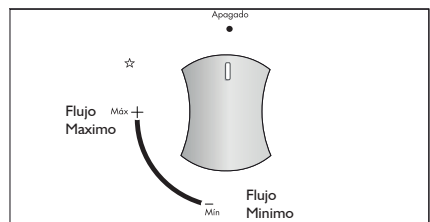

Figura 20
- Si se requiere menos calor gire la perilla en el sentido contrario a las manecillas del reloj, hasta la posición del flujo mínimo (Ver figura 20).